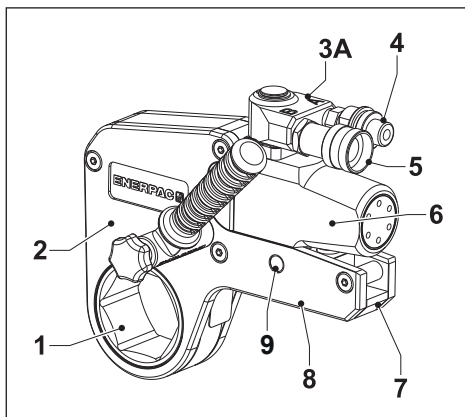

Рис. 1
- Категорически запрещается эксплуатация гайковерта, если известно или предполагается, что установочный палец вставки механизма привода изношен, согнут, отсутствует или поврежден. Привод может отделиться от кассеты и с опасной скоростью отлететь в сторону. См. позицию 9, страница 10, рис. 1 или 2.
3.1 Общее описание и характеристики (рис. 1 и 2)